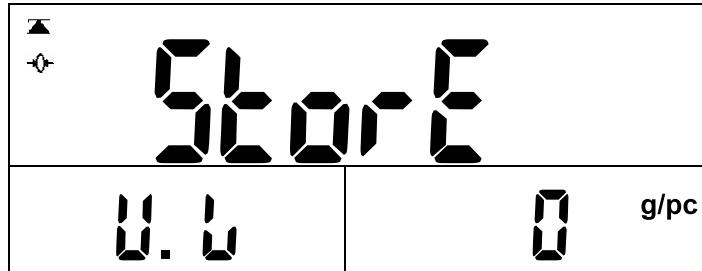
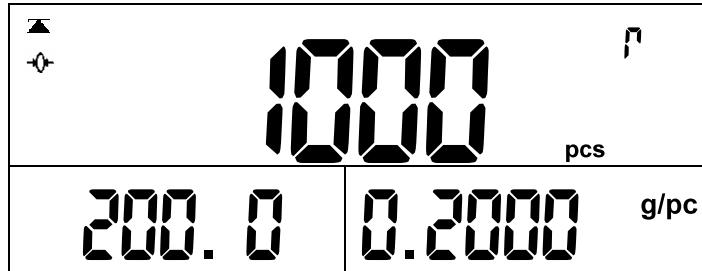

图 25
图 26
a. 单重输入 (图 25)
(a).在显示如图 25 时，在秤盘是加载要采样的物品，输入采样的个数，按**个数设定**键显示如 (图 26)，(如加载 200.0g，个数为 1000 个)。